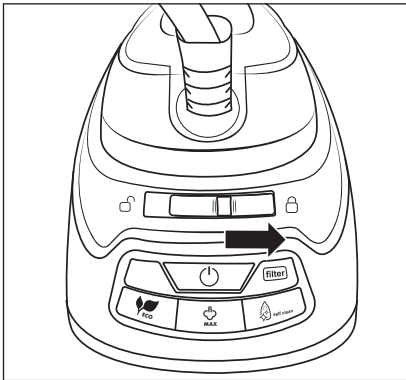

Abb. 8
- 4) Verriegeln Sie das Dampfbügeleisen **1**, indem Sie den Verriegelungsschalter **15** nach rechts in Richtung (verriegelt) schieben (siehe Abb. 8).